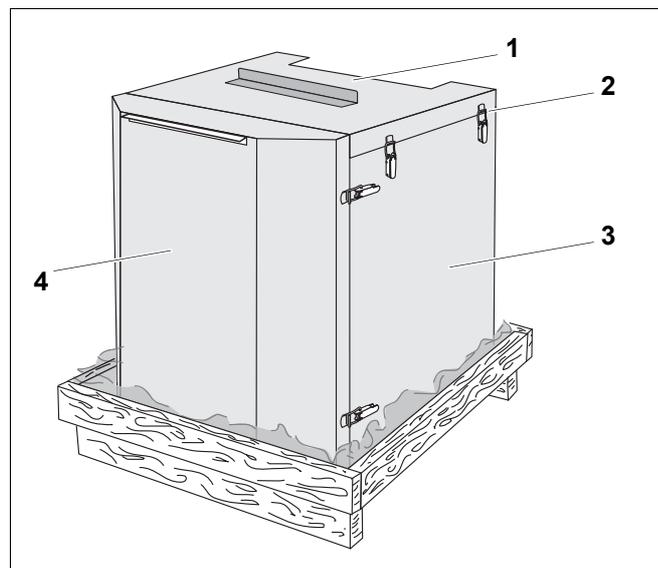

Рис. 4 Демонтаж поставляемого звукопоглощающего кожуха
Для отсоединения частей кожуха раскройте быстросъемные замки (рис. 4, [1]).
- верхняя крышка (рис. 4, [1])
- боковые части (рис. 4, [1])
- передняя стенка (рис. 4, [1])